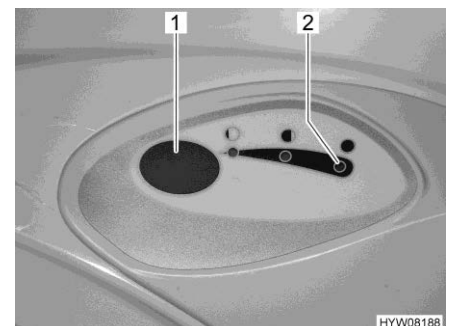

Bild 159 Spülknopf/Kontroll-Leuchte (Thetford-Toilette)
- Zum Spülen den blauen Spülknopf (Bild 159,1) drücken.
Die Kontroll-Leuchte (Bild 159,2) leuchtet, wenn der Fäkalientank entleert werden muss.